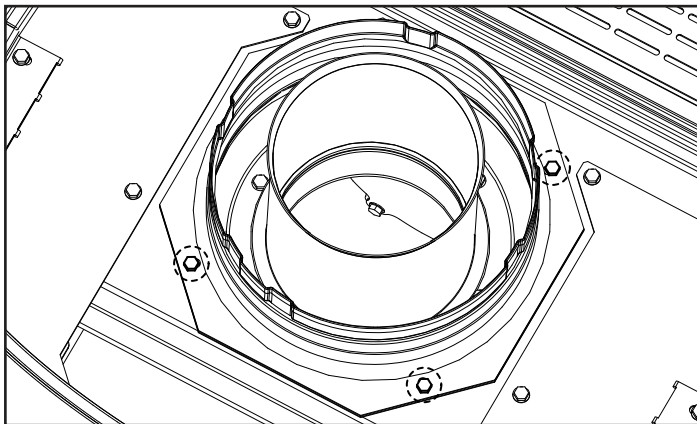
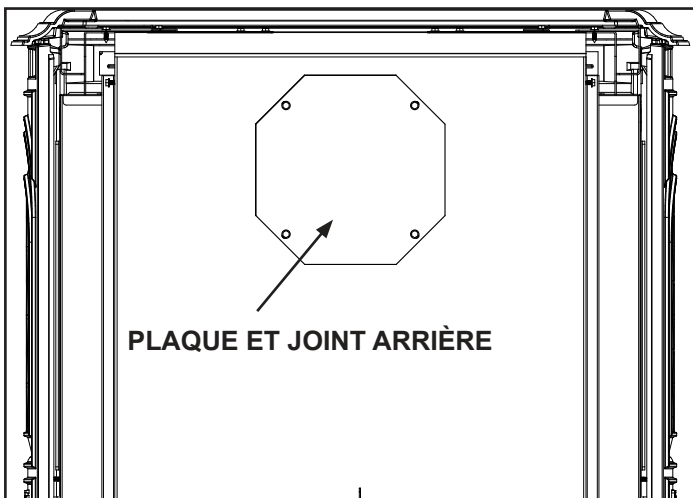
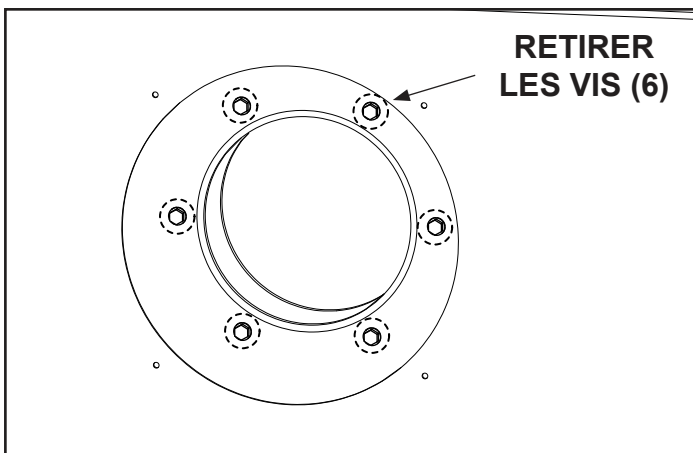
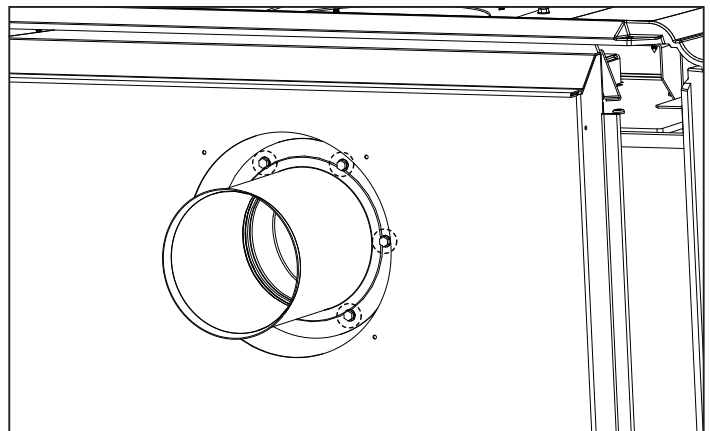

Figure 6.2
Figure 6.5
Figure 6.7 Retirer les vis sous la plaque d'accès arrière
Figure 6.8 Fixez l'adaptateur de collier interne au conduit de fumée arrière.
2. Enlevez le collier de départ et le joint d'étanchéité en dévissant les 4 vis. Voir la Figure 6.2. Conservez les vis. (Si le joint se brise, appliquez un produit d'étanchéité haute température au bas du collier avant d'installer comme montré à la figure 6.8.)
6. Placez la plaque d'accès arrière et le joint sur le conduit supérieur et fixez avec les quatre vis retirées à la figure 6.2.
7. Retirez les six vis sous la plaque d'accès arrière retirée à la figure 6.5. Voir la Figure 6.7. Installez l'adaptateur de conduit interne et le nouveau joint (inclus dans le kit) à l'aide de six vis. Voir la Figure 6.8.
8. Installez le collier de départ avec le joint ou le produit d'étanchéité à haute température sur l'ouverture d'évacuation arrière. Fixez avec les vis qui ont été enlevées à la figure 6.5.